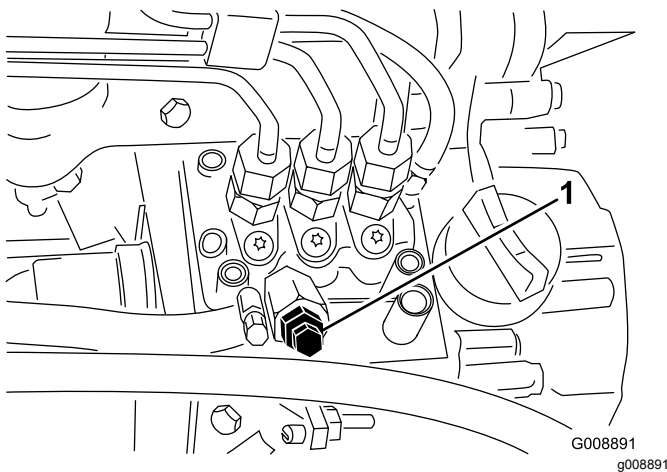

Bild 31
3. Öffnen Sie die Entlüftungsschraube an der Kraftstoffeinspritzpumpe (Bild 31).